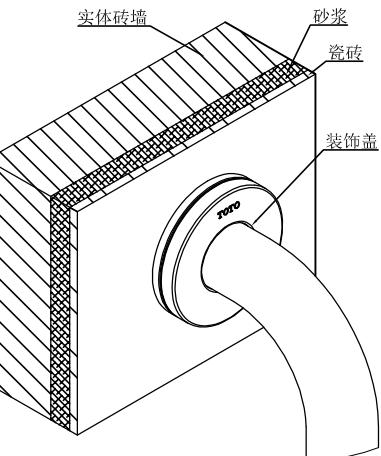

图13
4) 握棒全部安装完成后, 调平扶手, 拧紧螺钉, 扣上装饰盖, 装饰盖TOTO标志朝上(图13)。